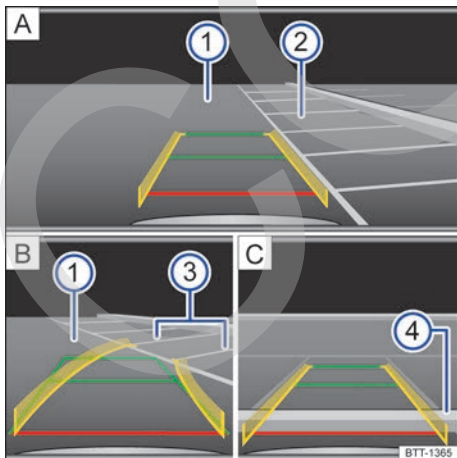

Fig. 174 Visualización en la pantalla: aparcar con el asistente de marcha atrás, modo 1.
Leyenda de la **fig. 174**:
- Sitúe el vehículo delante del hueco de aparcamiento ② → fig. 174 A.
- Retroceda lentamente a la vez que gira el volante de manera que las líneas amarillas se introduzcan en el hueco de aparcamiento seleccionado a lo largo de las líneas de delimitación laterales ③ B.
- Oriente el vehículo en el hueco de aparcamiento seleccionado de manera que las líneas verdes y amarillas coincidan con las líneas de delimitación laterales ③ del hueco seleccionado.
- Detenga el vehículo, como **muy tarde**, cuando la línea roja haya alcanzado la delimitación trasera, p. ej., el bordillo de la acera ④ C.